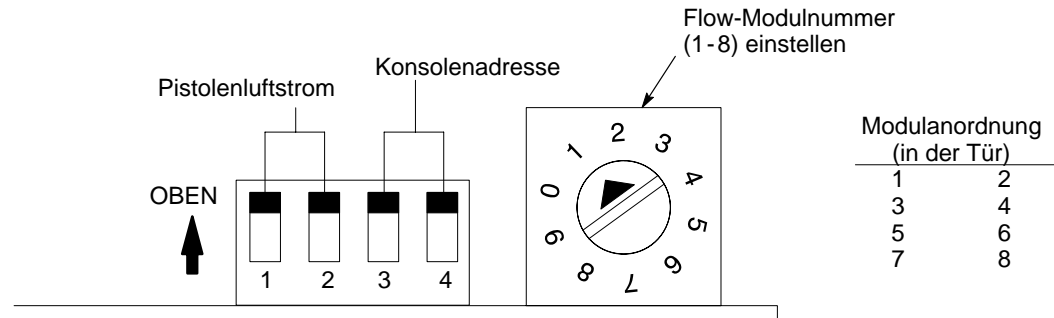

Abb. 3-6 Adresse des iFlow Moduls
Siehe Abbildung 3-6 und Tabelle 3-3.
3. Den DIP-Drehschalter an jedem Modul auf die korrekte Modulnummer einstellen. Die Module sind entsprechend der Modulanzahlentabelle in Abbildung 3-6 nummeriert.